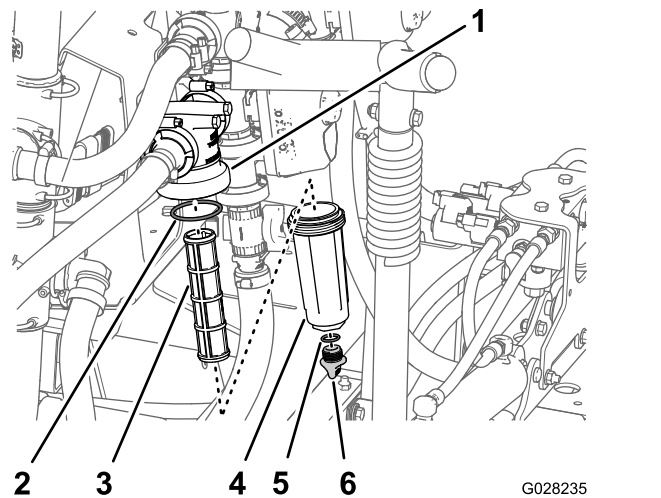

Figure 109
- Placez un bac de vidange sous le filtre de pression (Figure 109).
3. Tournez le bouchon de vidange dans le sens antihoraire et déposez-le de la cuvette du filtre de pression (Figure 109).
4. Tournez la cuvette dans le sens antihoraire et déposez-la de la tête du filtre (Figure 109).
5. Retirez l'élément du filtre de pression usagé (Figure 109).
6. Contrôlez l'état et l'usure du joint torique du bouchon de vidange (à l'intérieur de la cuvette) et du joint torique de la cuvette (à l'intérieur de la tête du filtre) (Figure 109).
7. Montez le nouvel élément filtrant dans la tête du filtre de pression (Figure 109).
8. Vissez la cuvette sur la tête du filtre et serrez-la à la main (Figure 109).
9. Vissez le bouchon sur la cuvette à la main (Figure 109).